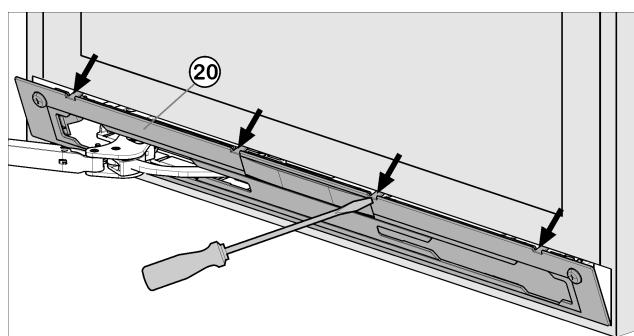

Fig. 9
- Krytku *Fig. 9 (20)* plochým šroubovákem uvolněte a sejměte.